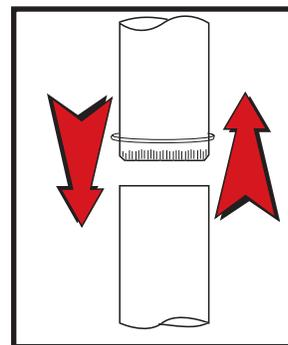

Fig. 5 L'extrémité gaufrée du carneau est dirigée vers le poêle.
Un carneau est un conduit de raccordement à paroi double ou à paroi simple qui permet de raccorder le poêle à la cheminée. La cheminée proprement dite est en maçonnerie; il peut aussi s'agir d'une structure pré-fabriquée qui comporte le conduit. Des carneaux sont utilisés seulement pour raccorder le poêle à la cheminée, comme à la figure 5.
- Commencez l'assemblage de la buse au poêle. Insérez la première extrémité gaufrée dans la buse du poêle et dirigez chacune des extrémités gaufrées vers le poêle. (Fig 5) À l'aide des trous dans la buse utilisés comme guides, percez des trous de 1/8 po (3 mm) au bas de la première section du carneau et fixez-le à la buse à l'aide de trois vis autotaraudeuses no. 10 x 1/2 po.